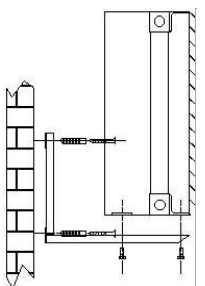

Рис. 4 - Крепление тепловентиляторов
7.3. Тепловентиляторы крепятся к стене вертикально при помощи кронштейна, входящего в комплект поставки (рис.4).